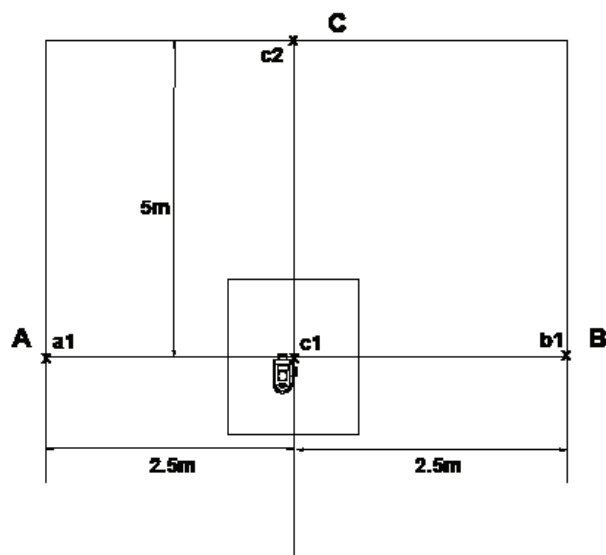

figura 7
- 4) Marcare il punto c2 sul muro di fronte C, al centro della linea verticale (vedi figura 7).4) Merkitse piste c2 etuseinälle C, keskelle pystysädetä (ks. kuva 7).